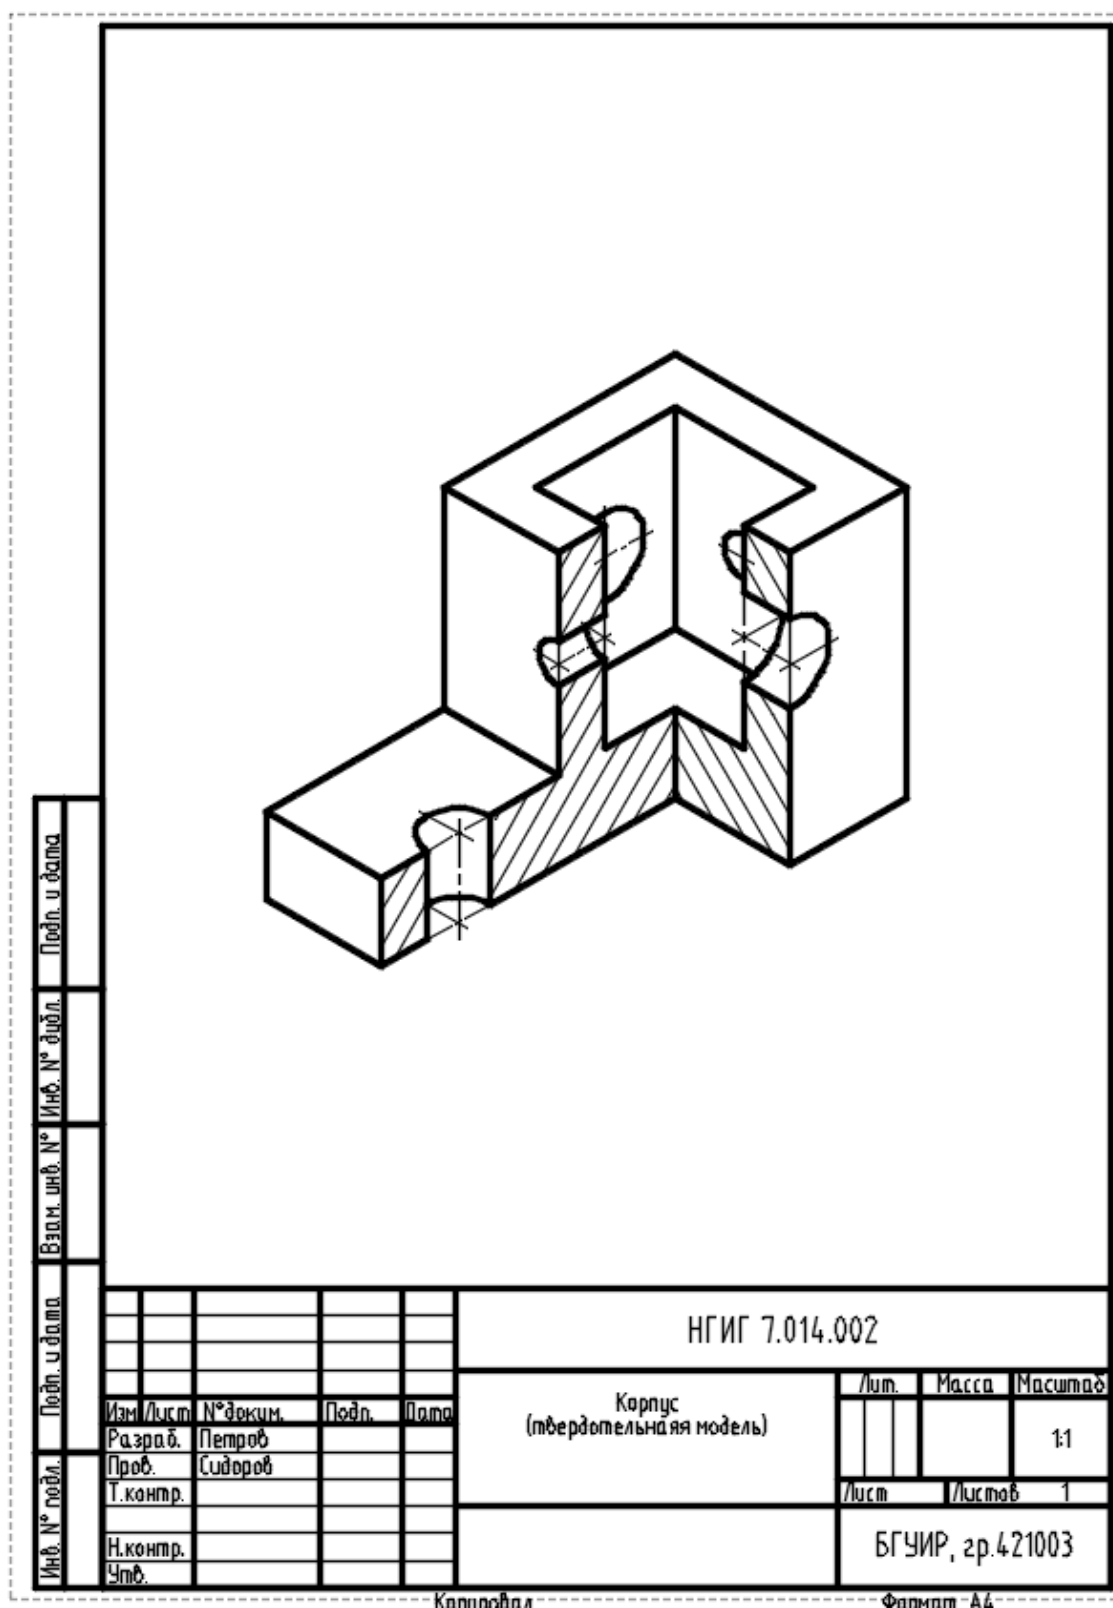

Рис. 35. Подготовленный к выводу графический документ с 3D-изображением объекта 3 (классический вариант)
13. Подготовленный к выводу чертеж с 3D-изображением объекта представлен на рис. 35.